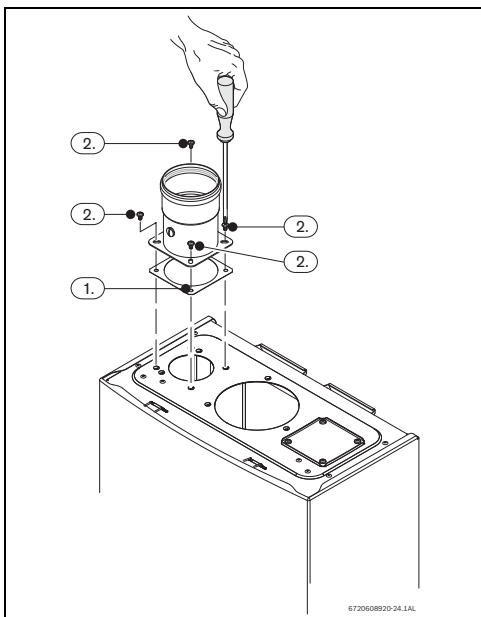

Рис. 29
- ▶ Установите прокладку между прибором и дополнительным оборудованием, см. Рис. 29 , поз. 1.
- ▶ Затяните 4 винта дополнительного оборудования для подвода воздуха, см. Рис. 29 , поз. 2.